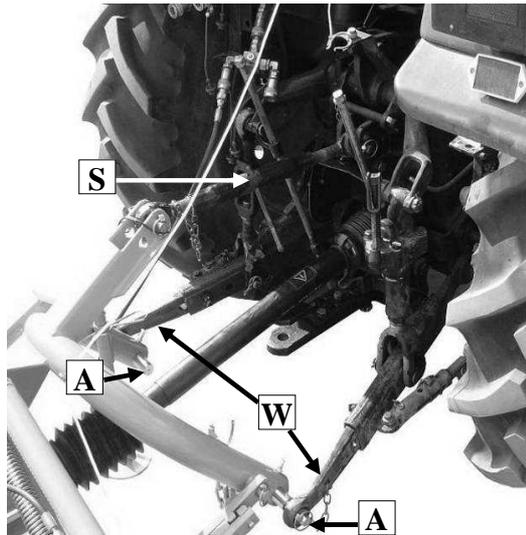

Рис. 9. Косилка подключена к трактору
Косилку следует соединять с трактором при помощи 3-точечной системы подвески, как показано на **Рис. 9**. После установки косилки следует на ровной поверхности отрегулировать установку при помощи верхней тяги (**S**) подвесок (**W**) нижних тяг трактора. Режущий брус должен быть наклонен по направлению. Подвески (**W**) нижних тяг трактора установить на шкворнях (**A**) (**Рис. 9**) рамы подвески косилки.
- верхней тягой (S) (Рис. 9) установить требуемую высоту кошения. Удлинение тяги (S) увеличивает высоту кошения, а сокращение снижает высоту кошения.